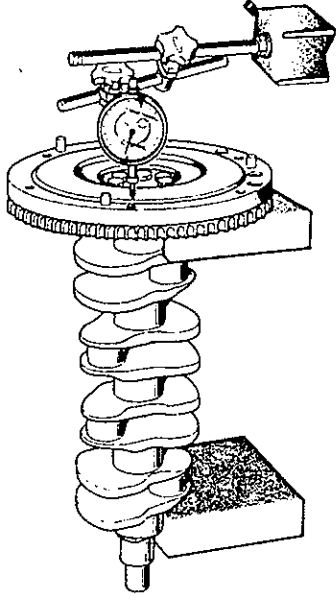

Fig. 3-96
- Verifique con un reloj comparador si el volante del motor tiene excentricidad, según se muestra en la Fig. 3-96, asegurándose de que tal excentricidad esté dentro del límite.